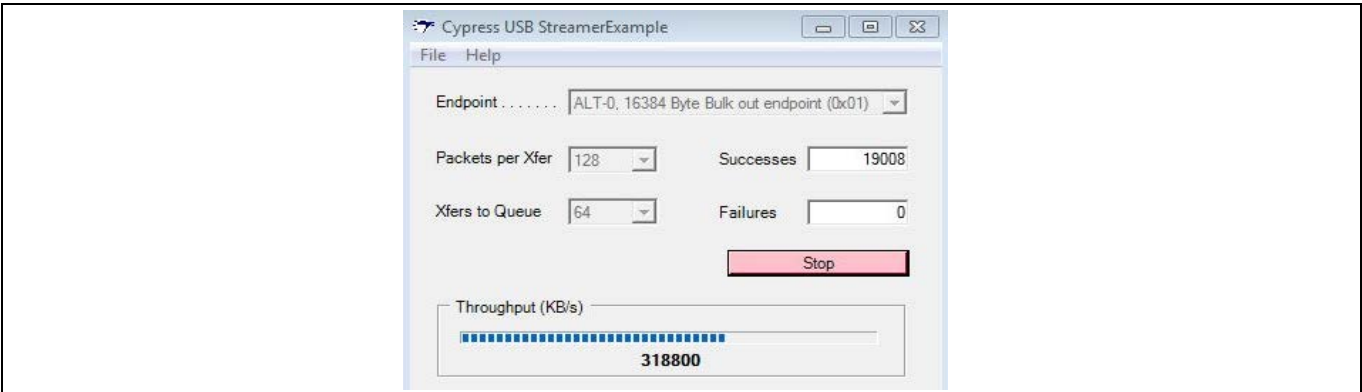

Figure 35 在英飞凌 Streamer 工具中显示的串流 OUT 性能
7. 在串流 OUT 情况下，FPGA 正在等待 FLAGC 变为 1。当数据可用时，FPGA 立即连续读取 EZ-USB™ FX3 的 PIB_SOCKET_3 中的数据。您可从 USB 主机发送连续的 BULK OUT 传输。在英飞凌 Streamer 工具中选择 BULK OUT 端点，然后点击 **Start**。这时，将显示性能数值。Figure 35 中显示了在配有 Intel Z77 Express Chipset 的 Win7 64 位电脑上观察到的性能。